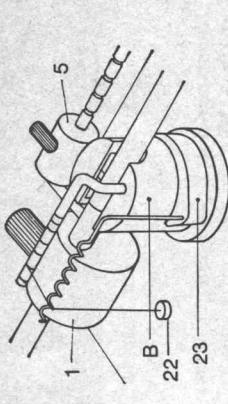

Fig. 2
Med apparaten följer två vikter (22), en på 1 g och en på 4 g. I tabell 2 på sista sidan kan man avläsas i vilket hack (markering) man skal, hänga viken vikt för varje normal kombination av nätradie och nätryck. Hur vikten skal hängas upp visar bild 2.
Observera att vikten skal hänga fritt som bild 2 visar.